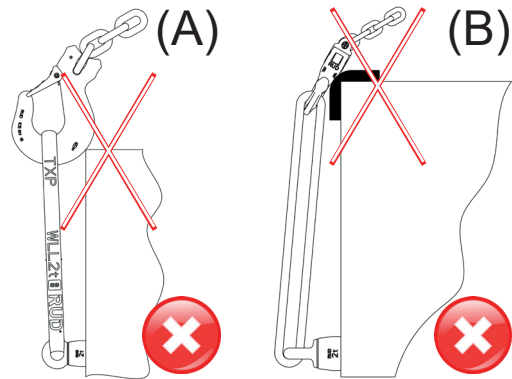

Fig. 10: (A) Carga de bordes prohibida (gancho)
- El medio de eslingado enganchado debe poder moverse libremente en la eslinga tubular TXP y no debe quedar apoyado en el borde de la carga ni pasar por bordes afilados (Fig. 10).